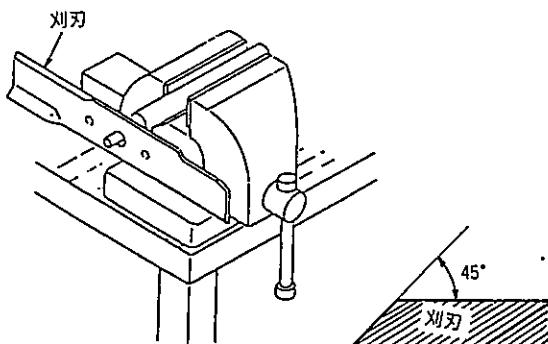

図39 刈刃のバランスの取り方
- ④ 刈刃の刃部の角度は図39のように45°にしておいてください。
- ⑤ 研ぎ上った刈刃は取付ける前に回転のバランスを確認してください。